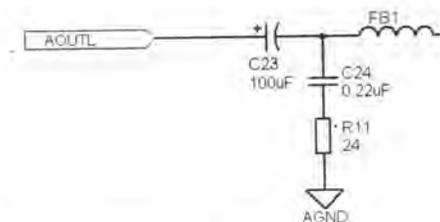

图 3-90 设置好的端口
- [5] 单击 **确认** 按钮关闭该对话框，设置好的端口如图 3-90 所示。